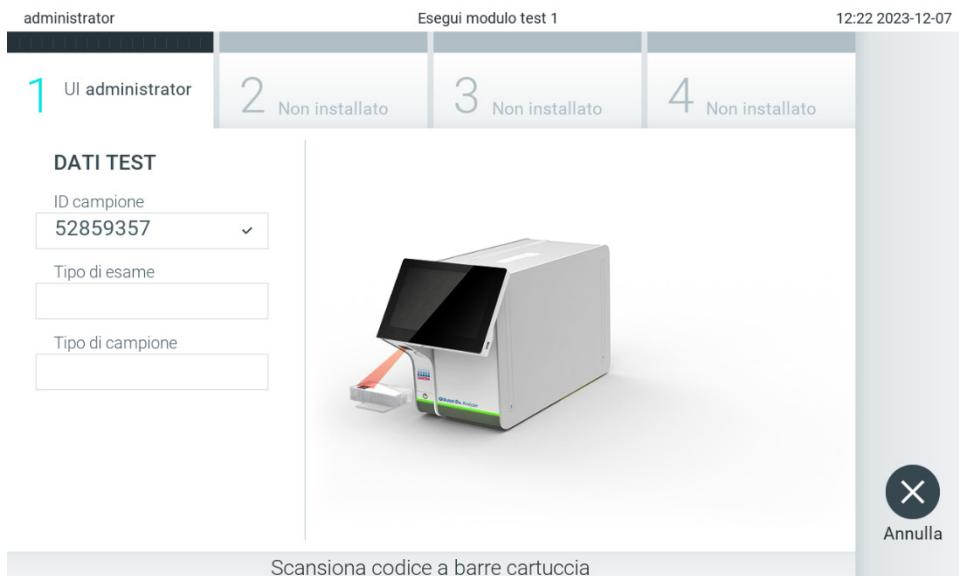

Figura 24. Scansione del codice a barre della cartuccia d'esame QIAstat-Dx.
- Quando richiesto, eseguire la scansione del codice a barre della cartuccia d'esame QIAstat-Dx da utilizzare. Il QIAstat-Dx Analyzer 2.0 riconosce automaticamente l'esame da eseguire in base al codice a barre della cartuccia d'esame QIAstat-Dx (Figura 24)
Nota: utilizzare il codice a barre posto sul lato della cartuccia (come indicato nella Figura 24) e non il codice a barre sulla confezione delle cartucce.